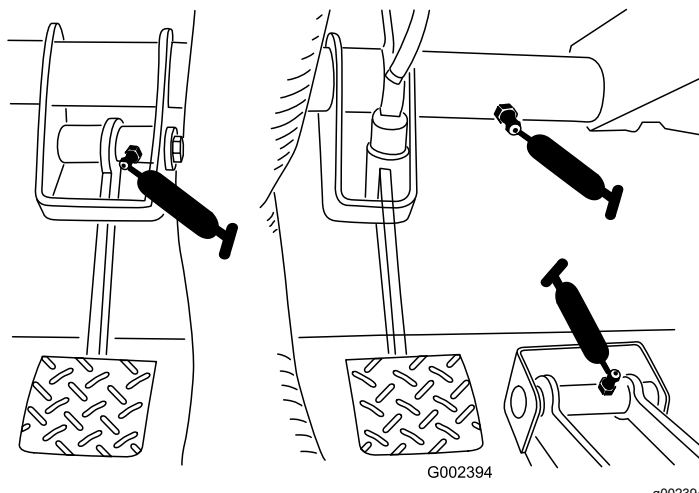

Figura 31
- **Freno (1);** consulte Figura 31
- **Embrague (1);** consulte Figura 31
- **Acelerador (1);** consulte Figura 31